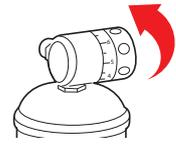

Fig. 6-14
24.5 - Ruotare la manopola di regolazione del riduttore di pressione portandola sul valore massimo di 5,5 Bar (0,55 MPa) vedi Fig.6-14, in questa fase e in quelle successive **si raccomanda di tenere la bombola verticale con la valvola rivolta verso l'alto**. Attendere circa un minuto per fare defluire la pressione all'interno dell'apparecchio e controllare che non vi siano perdite utilizzando un comune cercafughe spray a base di soluzione saponaria, nel caso si rilevassero delle piccole perdite di gas ruotare immediatamente la manopola di regolazione del riduttore di pressione sulla posizione OFF per chiudere il gas.